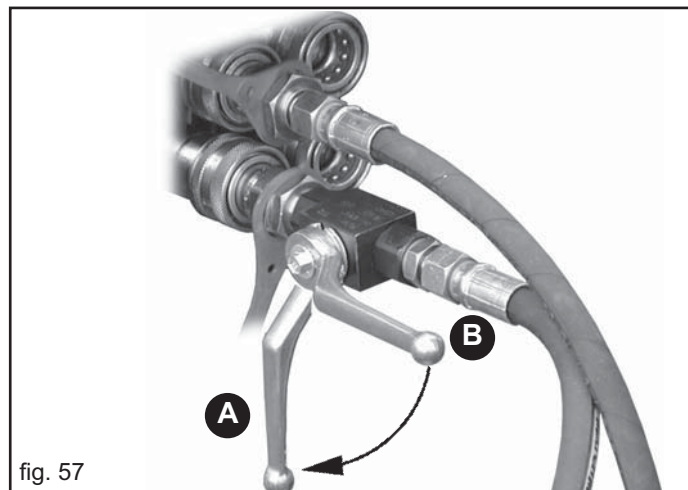

fig. 57
**Il tubo oleodinamico di mandata che movimentava il carrello è dotato di un rubinetto (Fig. 57) utile ad escluderne la movimentazione accidentale.**
**Dopo aver predisposto l'attrezzatura per il trasporto stradale, chiudere il circuito dell'impianto oleodinamico del carrello ruotando la maniglia del rubinetto nella posizione indicata (A, Fig. 57).**
Togliere i perni di sicurezza e sollevare completamente la seminatrice dal terreno prima di movimentare i telai laterali (1-Fig. 61, 2-Fig. 62). Aprire il circuito dell'impianto oleodinamico del carrello (B, Fig. 57).